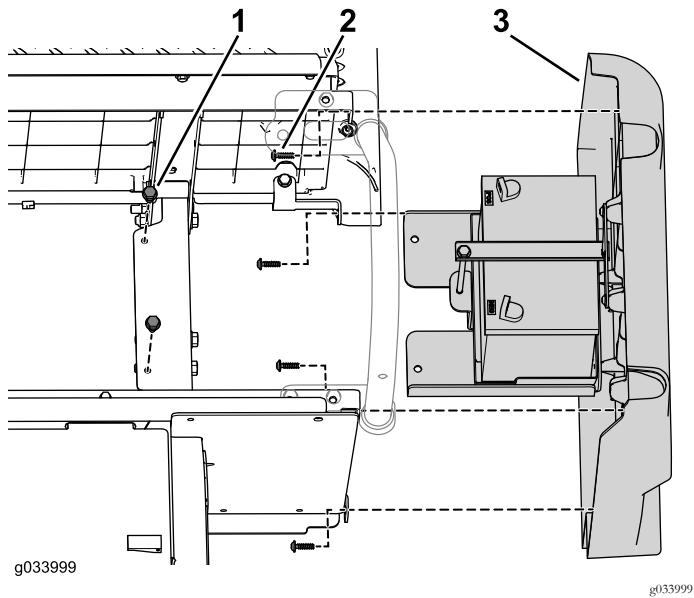

図5
2. バッテリートレイをフレームに固定しているフランジボルト2本を取り外す図5。
3. 右パネルを下側座席アセンブリに固定しているねじ4本を外す図5。